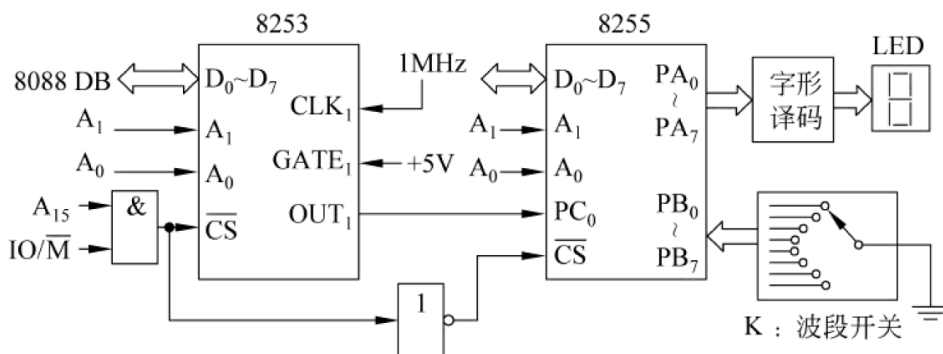

图 7-47 题 7.12 接口电路框图
7.12 已知某 8088 微机系统的 I/O 接口电路框图如图 7-47 所示。试完成以下几点。